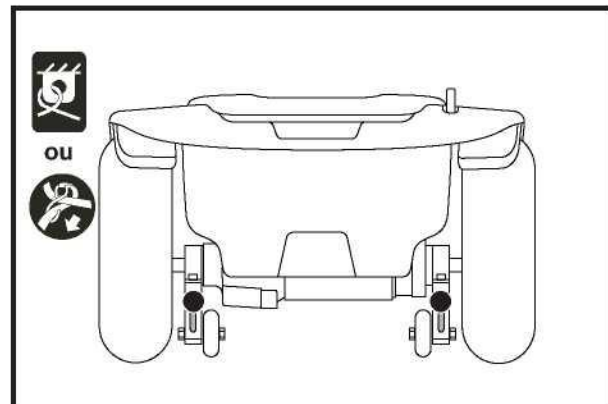

Figure 6. Points d'ancrage arrière (Identifié avec des points noirs)
Le scooter doit toujours être ancrés face à l'avant du véhicule. Fixez les quatre (4) courroies aux points d'ancrage désignés sur le scooter. Voir les figures 6 et 7. Serrez-bien les courroies pour retirer le jeu excessif. N'attachez jamais le scooter par ses composants réglables ou mobiles tels que les accoudoirs, capots ou roues. Ces articles devraient être enlevés. Positionnez les points d'ancrage arrière des courroies directement derrière le scooter. Les points d'ancrage avant sont disposés plus loin de chaque côté du scooter afin d'augmenter la stabilité latérale.